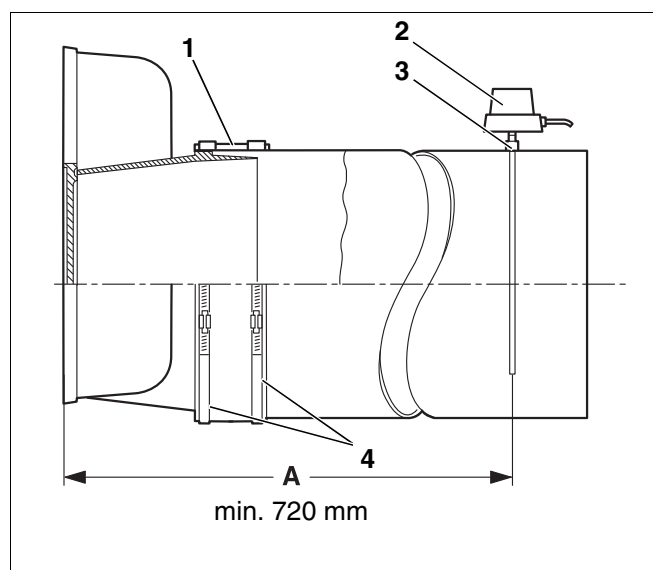

Fig. 29 Montaggio del tubo fumi
Vi consigliamo di utilizzare un manicotto di tenuta tubo fumi (fig. 29, [1]).
- ▶ Mettere le fascette a vite senza fine (fig. 29, [4]) sopra il manicotto di tenuta del tubo di scarico fumi. Una delle fascette a vite senza fine deve stringere sul tronchetto fumi l'altra fascetta sul tubo fumi.
- ▶ Saldare il manicotto (fig. 29, [3]) nel tubo dei gas combusti ad una distanza dal tronchetto dei fumi pari a 2 volte il diametro del tubo dei gas combusti (A), min. 720 mm.
- ▶ Montare la sonda di temperatura fumi (fig. 29, [2]) in modo conforme alle sue specifiche istruzioni di montaggio.